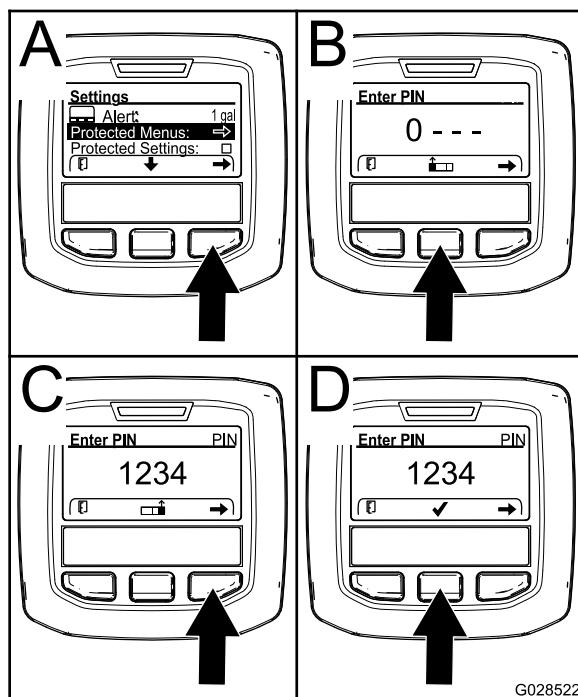

Figura 11
2. Pulse el botón de selección derecho para seleccionar Protected Menus (Menús protegidos) (Figura 11, A).
- Pulse el botón de selección central (Figura 11, B) para aumentar el valor numérico (de 0 a 9)..
- Pulse el botón de selección derecho (Figura 11, C) para mover el cursor hasta la siguiente posición numérica a la derecha.
Nota: Aparece el icono de confirmación encima del botón de selección central (Figura 11, D).
5. Pulse el botón de selección central (Figura 11, D) para introducir la contraseña.